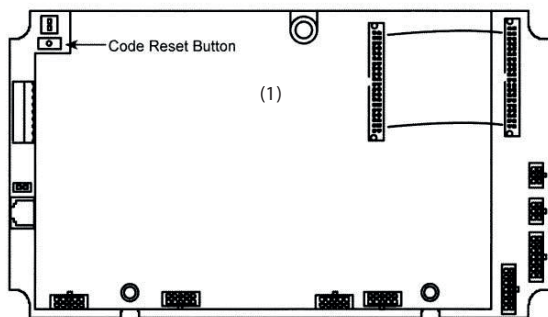

Рисунок 3-3.
3. При включенном электропитании, и когда устройство находится в режиме «Работа» (Operate), нажмите и удерживайте кнопку ACCESS CODE RESET (СБРОС КОДА ДОСТУПА) (на верхней левой части нижней схемной платы) в течение десяти секунд. (См. рисунок 3-3).